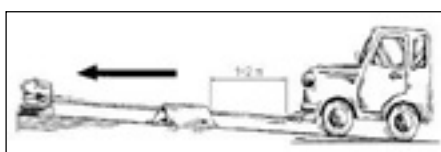

Figure 5
12. Lorsqu'une charge lourde est tirée à l'aide du treuil, placer une couverture ou veste à une distance de 1 ou 2 mètres devant le crochet de câble afin de réduire la sévérité d'une rupture de câble (voir la figure 5).